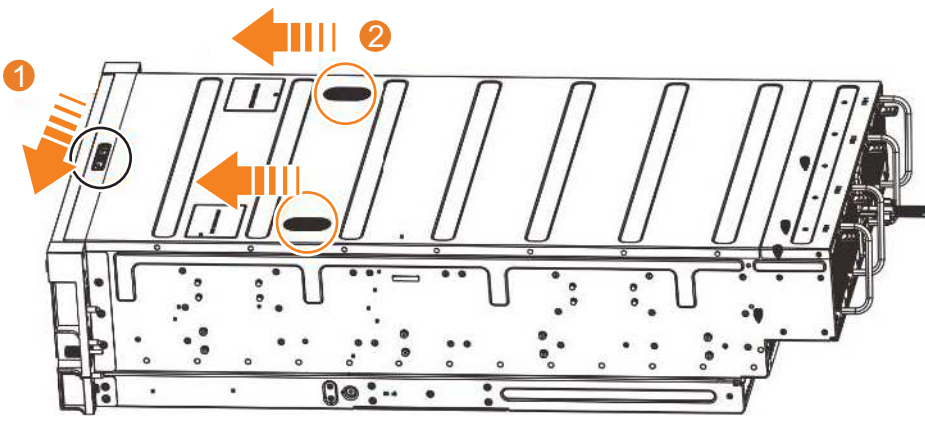

Figura 52. Liberación de la cubierta del sistema 2145-92F
2. Deslice el pestillo de liberación (**1**) en la dirección que se muestra en la Figura 52.
3. Deslice la cubierta hacia la parte frontal del alojamiento de expansión (**2**), como se muestra en la Figura 52.